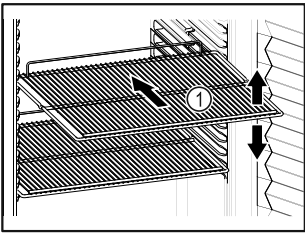

Fig. 59 Reprezentare exemplificativă
- Dacă grătarele tip poliță Fig. 59 (1) pot fi mutate, adaptați-le în funcție de înălțime.